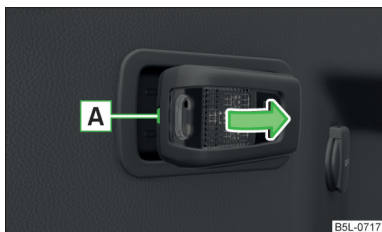

Fig. 185
- Extraiga la lámpara en el sentido de la flecha » fig. 185.